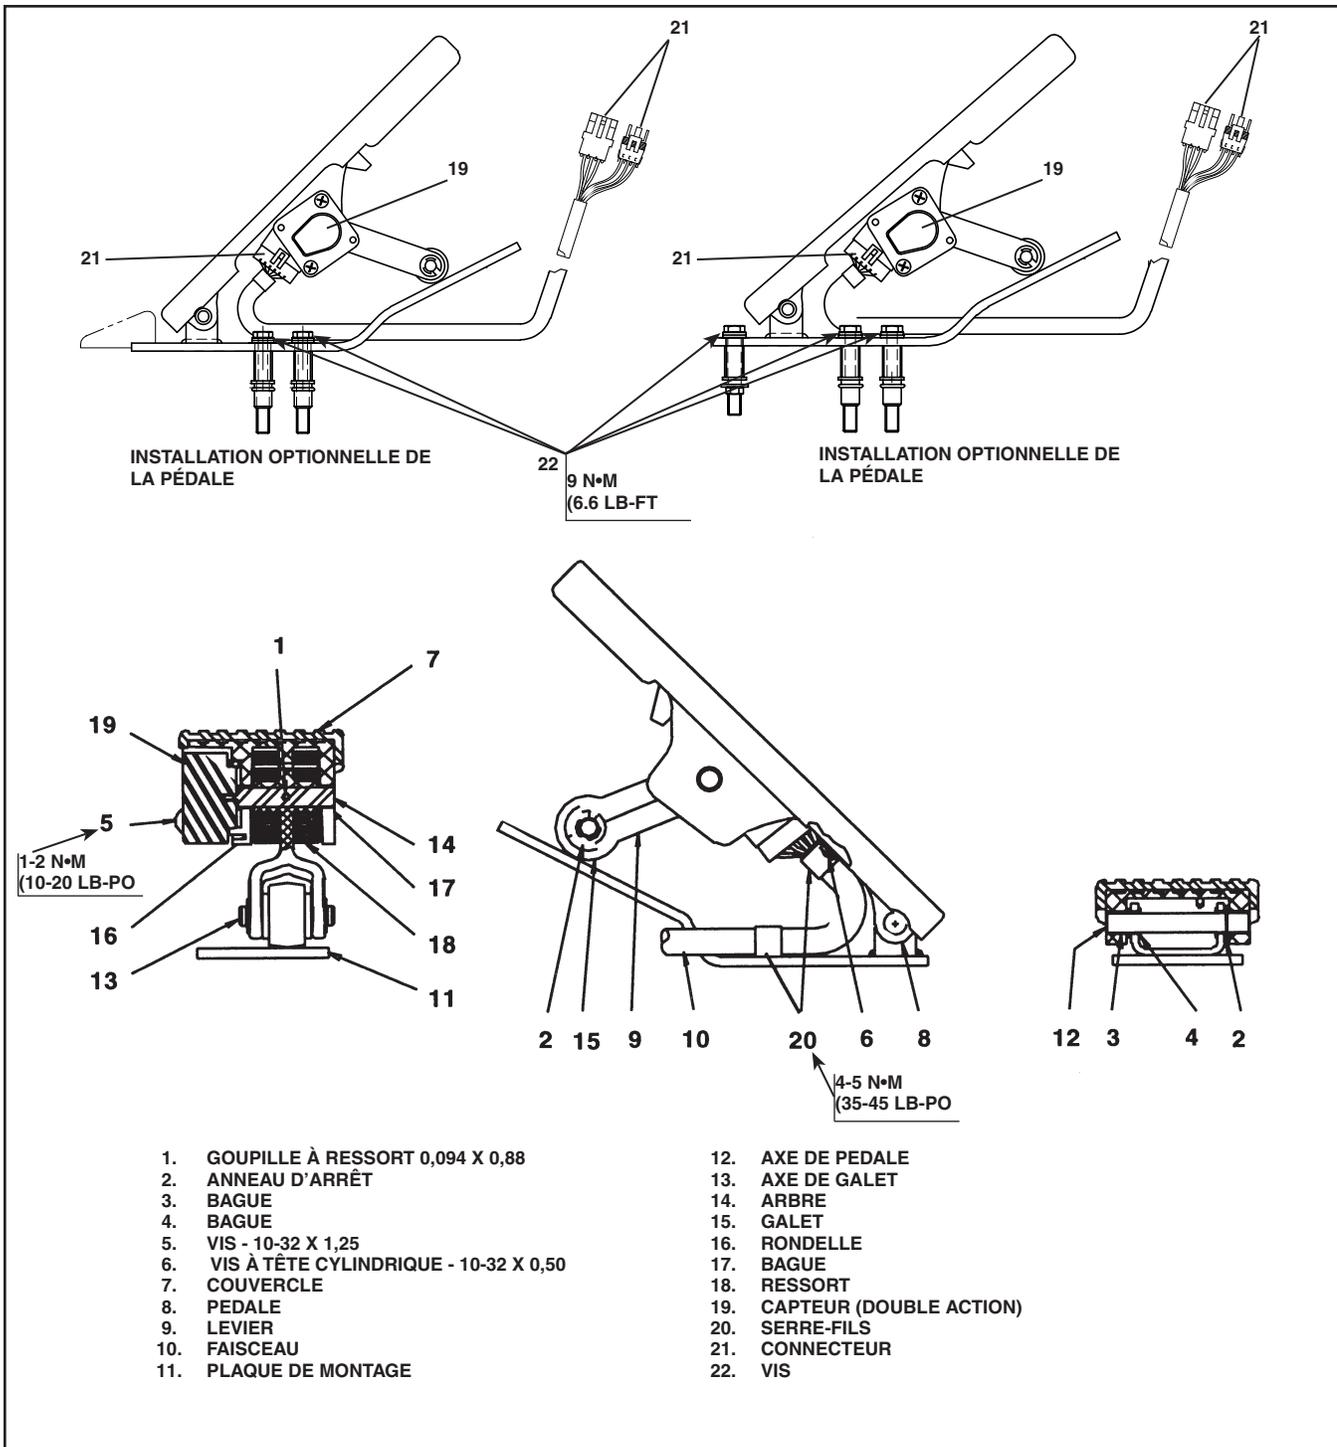

Figure 10 - Ensemble de pédale électronique
6. Poser des serre-fils neufs et des vis neuves (20 et 22) en s'assurant d'acheminer le faisceau du capteur neuf de la même manière que celui du capteur d'origine. Voir Figure 10 pour les couples de serrage.